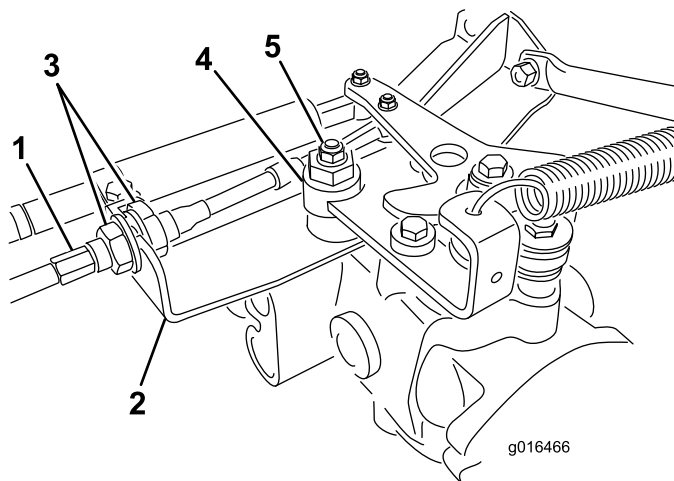

Bild 41
- A. Lösen Sie beide Klemmmuttern, mit denen der Fahrentriebs-Bowdenzug am Schott am Hydrostat befestigt ist (Bild 41). Achten Sie darauf, dass die Klemmmuttern gleichmäßig gelockert sind und eine ausreichende Einstellung ermöglichen.
Hinweis: Lösen Sie die Mutter, mit der der Exzenter oben am Hydrostat befestigt ist (Bild 41).
- E. Ziehen Sie die Mutter fest, wenn sich das Rad nicht mehr dreht, um den Exzenter und die Einstellung zu arretieren (**Bild 41**).
- G. Ziehen Sie die Sicherungsmuttern, mit denen der Bowdenzug am Schott befestigt ist, gleichmäßig von der Innenseite des Schotts fest (**Bild 41**). Verdrehen Sie nicht den Bowdenzug.